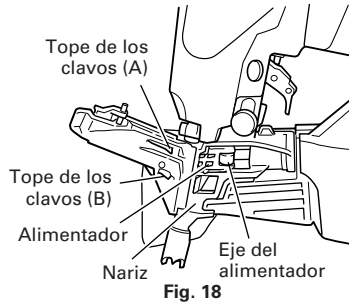

Fig. 18
- (2) Abra la guía de los clavos y limpie el polvo, etc., como se muestra en la Fig. 18. Aplique lubricante en la ranura de deslizamiento del alimentador y en el eje del alimentador. Compruebe que el tope de clavos (A) y el tope de los clavos (B) se desliza con suavidad presionándolos con el dedo.